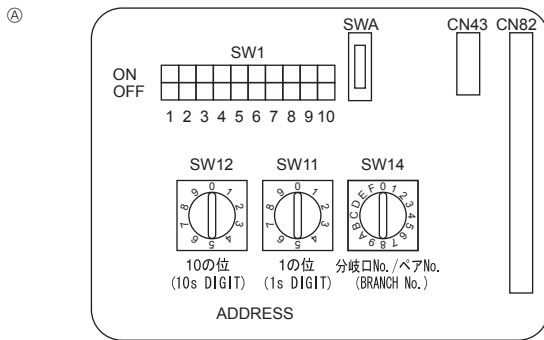

Fig. 6-4
- Ⓑ Bornier du câble de transmission extérieur (M1(A), M2(B), ⊕ (S))
6.5. Définition des adresses (Fig. 6-4)